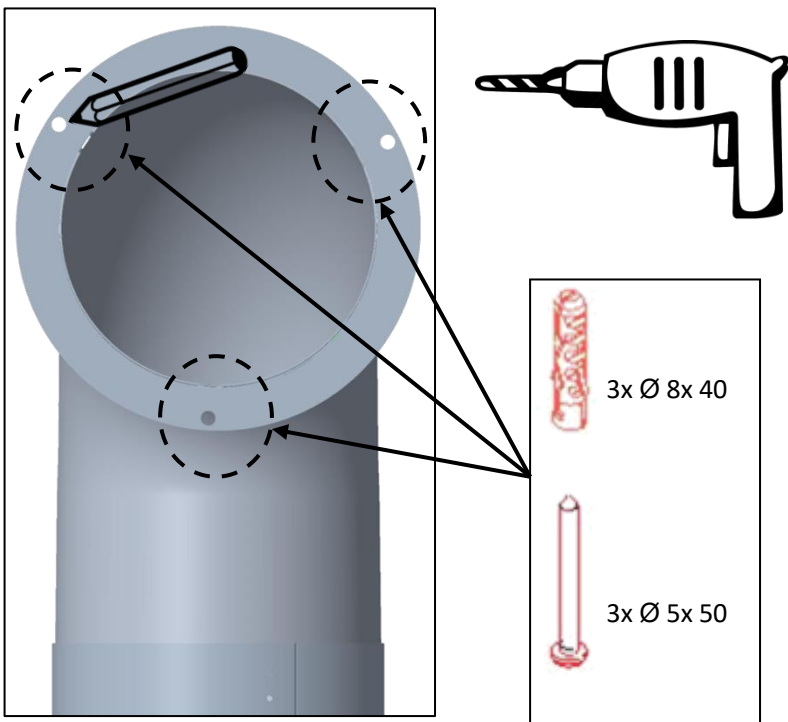

FIG. 13
- Marcar na parede os furos do flange, FIG.13, depois furar com uma broca de Ø 8mm. Bloqueie a extremidade do encaixe do flange montado na parede usando 3 parafusos com a bucha.